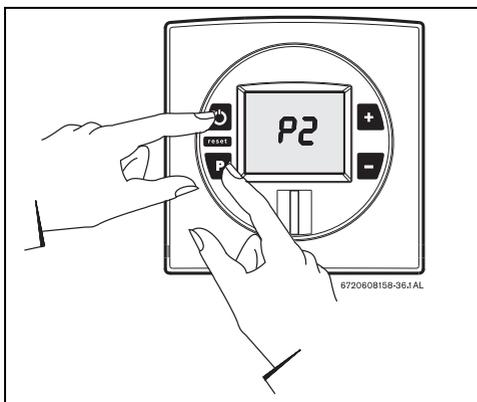

Fig. 48
- ▶ Mantener pulsada la tecla de programas y pulsar el interruptor principal ON/OFF para conectar el aparato (consultar la Fig. 48).